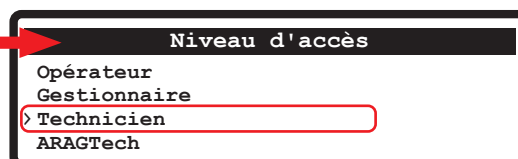

Fig. 41
- Sélectionnez le niveau d'utilisateur pour lequel vous voulez éliminer le code PIN (symbole > Fig. 41) et maintenez le bouton ► enfoncé.